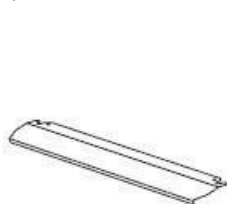

Figure 10
1. Un panneau de sécurité est conçu pour protéger le panneau de commande et les boutons lorsque le four est en mode grill (figure 10)